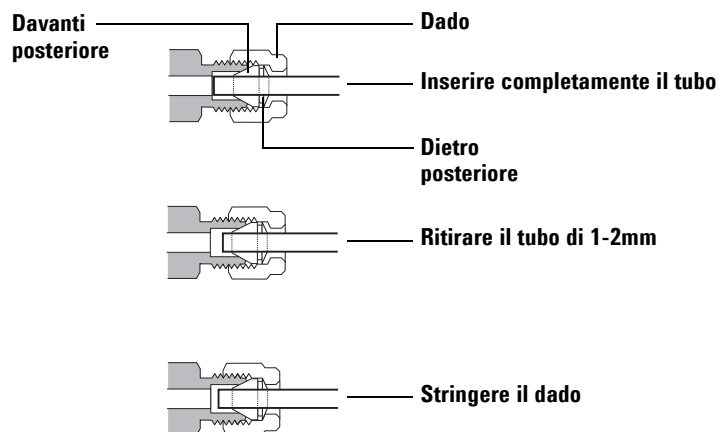

Figura 13 Inserire il tubo
- 5 Inserire interamente il tubo nella presa, quindi ritirarlo di circa 1 o 2 mm (Figura 13).